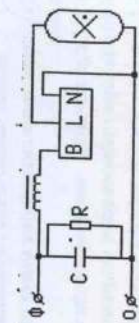

Рис. 3
5.2. Подключение проводов сети производится к клеммной колодке согласно схеме включения (рис.3), а заземляющий провод - к защитному зажиму.